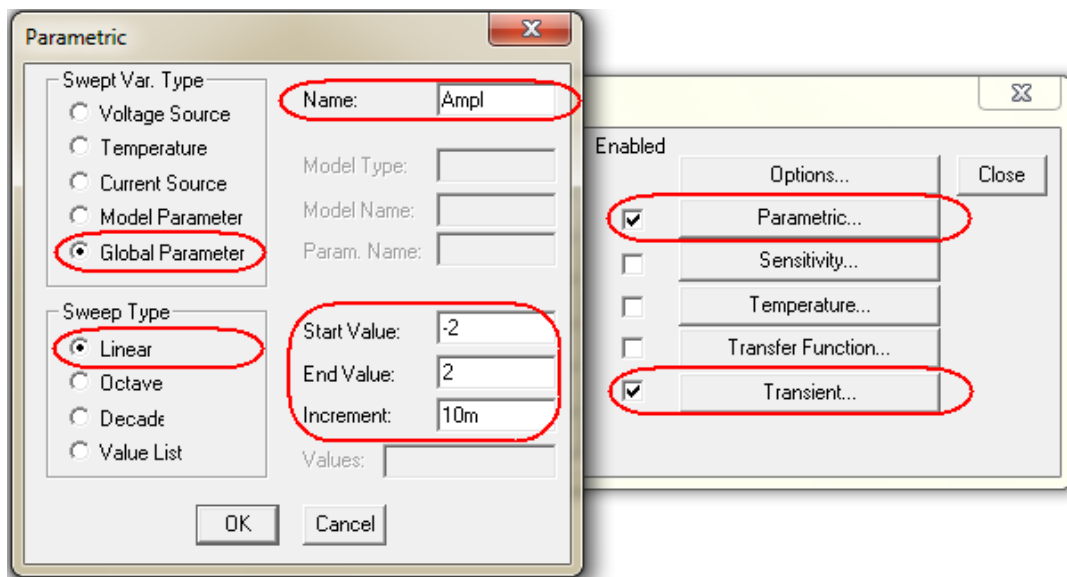
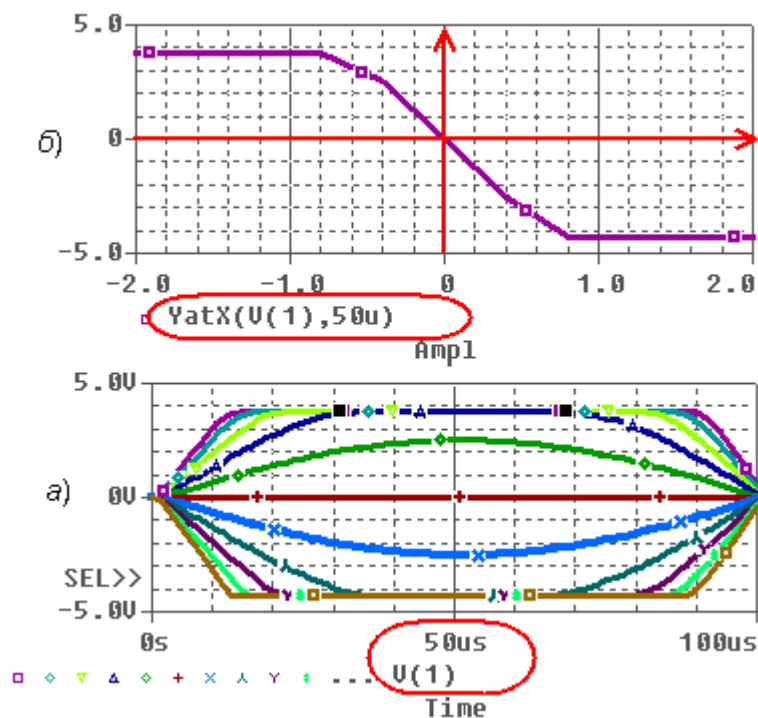

Рис. 6. Установки для параметрического анализа.
Рис. 7. Осциллограммы выходных напряжений (а) и амплитудная характеристика (б).
- установить режим расчета схемы во временной области (*Analysis – Setup* или пиктограмма ) *Transient...* с параметрами: *Print Step=1ns*; *Final Time=1ms*, *Step Ceiling=1us*. Установить также режим *PARAMETRIC* со следующими параметрами: *Global Parameter*; *Linear*; *Name = Ampl*; для каскада ОЭ – *Start Value = -2V*; *End Value = 2V*; *Increment = 10mV* (рис. 6); для каскада ОК – *Start Value = -5V*; *End Value = 5V*; *Increment = 50mV*;
Затем, находясь в интерфейсном окне программы **Probe**, по команде **Plot - X Axis Settings... – Performance Analysis** (или пиктограмма ) на экране **Probe** получаем заготовку графика, у которого по оси *X* откладывается глобальный параметр *Ampl* (см. рис. 7,б) с предельными значениями, указанными в режиме **PARAMETRIC** (рис. 6). В том же интерфейсном окне программы **Probe**, по команде **Trace – Add...** (или с помощью пиктограммы ) входим в окно целевых функций. В открывшемся окне следует убрать галочки рядом с **Current** и **Alias Names**, затем выбрать в правом столбце функцию **YatX(1,X_value)**, которая определяет значение переменной в заданной точке, а в левом – переменную **V(1)**. В момент, когда выходное напряжение достигает предельных значений (рис. 7,а), определяем заданную точку – 50 мкс (50u), вводим это значение вместо **X_value**. При этом в нижней части окна в строке **Trace Expression** появится выражение для построения графика: **YatX(V(1),50u)**.
Когда окно будет закрыто, появится график амплитудной характеристики (рис.7,б). Если график получится слишком мелким, можно изменить диапазон изменения напряжения, для чего щелкнуть дважды ЛКМ слева от оси графика и, поставив галочку в графе **User Defined**, установить нужные пределы изменения выходного напряжения. После этого рекомендуется убрать нижний (исходный)